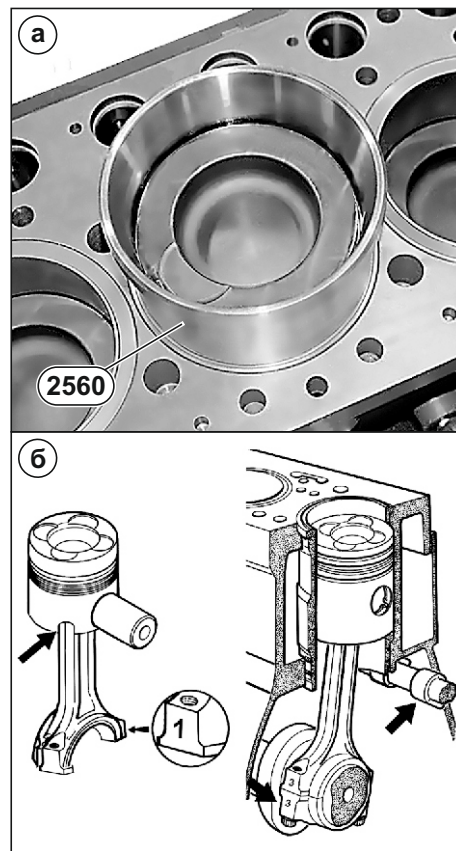

Рис. 105. Установка шатунно-поршневой группы.
3. Установить шатун в сборе с поршнем в соответствии с порядком и нумерацией в гильзу цилиндров, используя приспособление 2560 (см. Рис. 105а).
4. Паз на юбке поршня под форсунку охлаждения поршня должен совпадать с расположением самой форсунки, а номера на шатунах должны быть со стороны, противоположной валу распределительному (см. Рис. 105б).